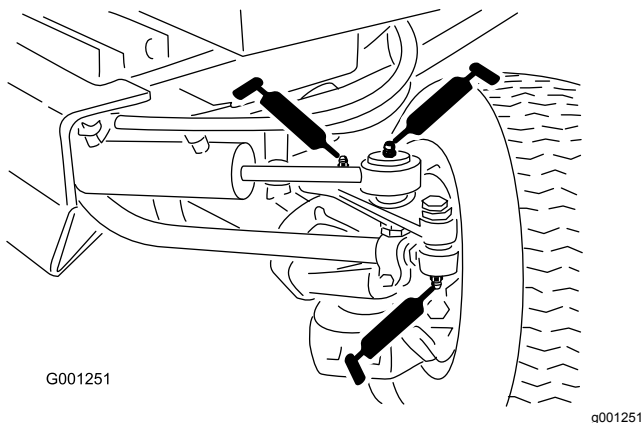

Bild 41
- Spurstangenenden (2) (**Bild 41**)
- Zylinderstangenenden (2) Bild 41
- Lenkgelenke (2) (Bild 41)
- Achsenlagerbolzen (Bild 41)